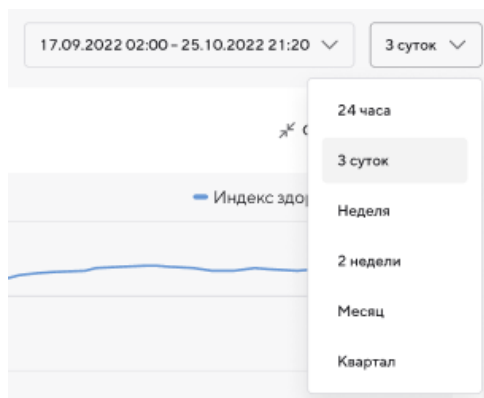

Рисунок 215 – Выпадающий список поля «Выберите период»
2. Откроется выпадающий список для выбора периода времени (Рисунок 215).